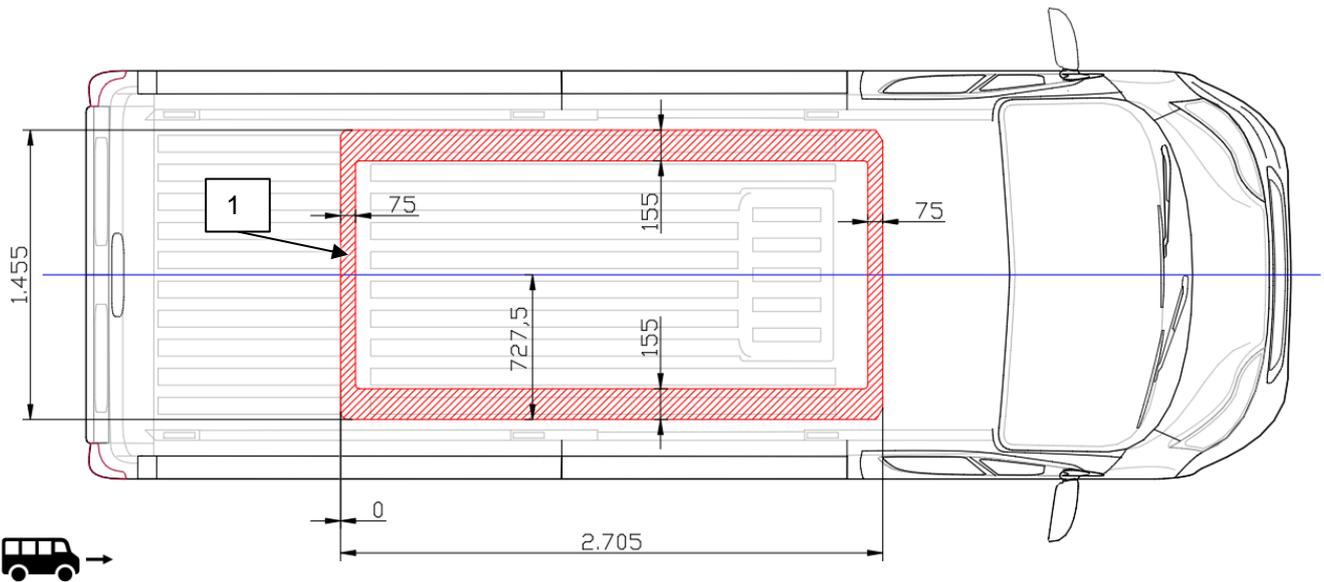

Abb. 3-9: Verklebebereich, beispielhaft Fiat Ducato [A0004005]
- Den Verklebebereich auf dem Fahrzeugdach (Abb. 3-9, 1) und am GFK-Rahmen (s. Abb. 3-10, 1) vorbereiten: